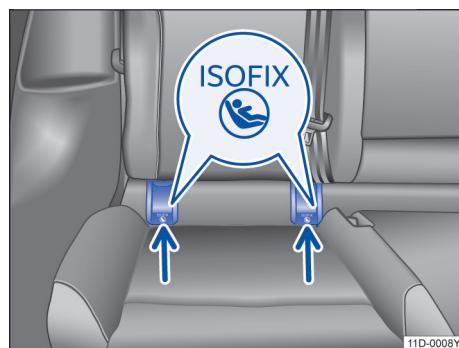

图 32 后排长条座椅的座位上的儿童座椅标准固定点的标记
- 拆下固定点护罩 \rightarrow 图 32。
- 沿箭头方向将儿童座椅插入固定环 \rightarrow 图 32。直至听到儿童座椅的啮合声。
- 将儿童座椅置于汽车坐垫上，然后将连接带的挂钩挂到固定环上 \rightarrow 图 32。
第二排座椅配有两个 ISOFIX 固定环，与车身相连 \rightarrow 图 32。